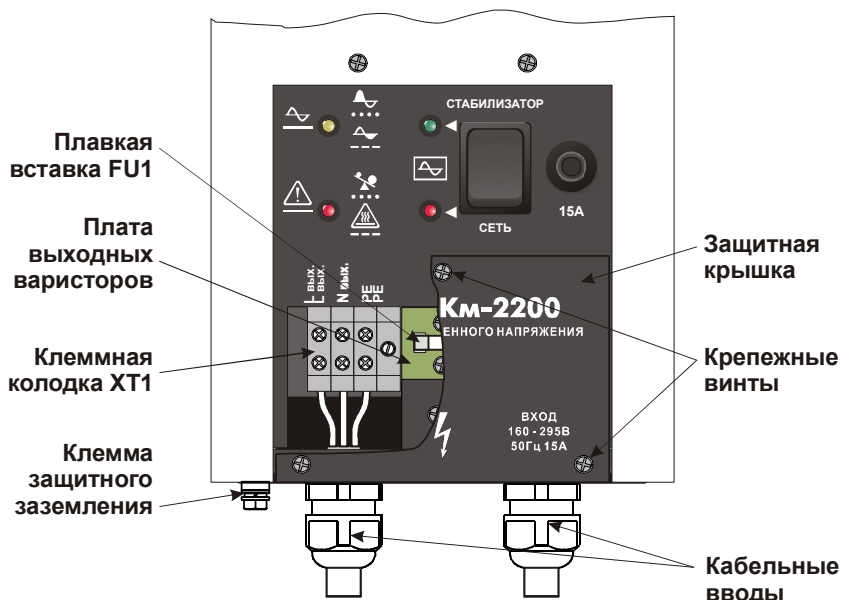

Рисунок 4 – Верхняя панель и органы подключения стабилизатора
**10.2.1** Дополнительную защиту выхода стабилизатора от импульсных перенапряжений обеспечивают варисторы (RU6, RU7 согласно схеме на рисунке 2), установленные на плате выходных варисторов (рисунок 4). При питании выхода стабилизатора по обводной цепи и подаче на вход изделия напряжения, превышающего 300 В действующего значения, а так же при подаче напряжения того же уровня на нейтральный проводник относительно защитного проводника РЕ, возможен пробой указанных варисторов. При пробое варисторы, как правило, переходят в короткозамкнутое состояние. Для защиты от развития свехтоков при пробое варисторов, на плате выходных варисторов установлена плавкая вставка FU1, перегорающая в аварийной ситуации.